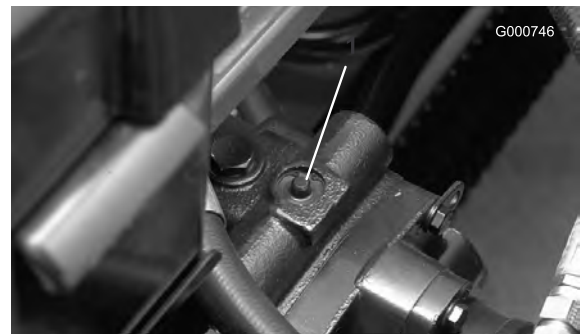

Bild 38
1. Das Sicherheitsventil befindet sich oben an der stufenlosen Pumpe (Bild 38). Drehen Sie das Ventil um 90 Grad, um es zu öffnen, damit Öl intern umgelenkt wird. Weil das Öl abgelenkt wird, lässt sich die Maschine ohne Schäden am Getriebe langsam bewegen.